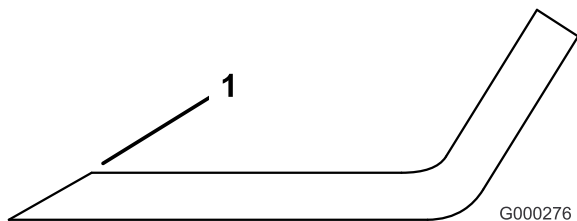

Figura 21
1. Afie a extremidade de corte em ambas as extremidades da lâmina (Figura 21). Mantenha o ângulo original. A lâmina manterá o equilíbrio se for retirada a mesma quantidade de material de ambas as extremidades de corte.